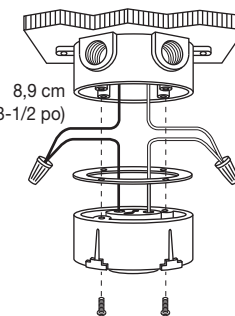

Figure 2b
- Fixer l'ensemble douille à l'aide de ses vis de fixation à l'anneau adaptateur (Figure 2b).